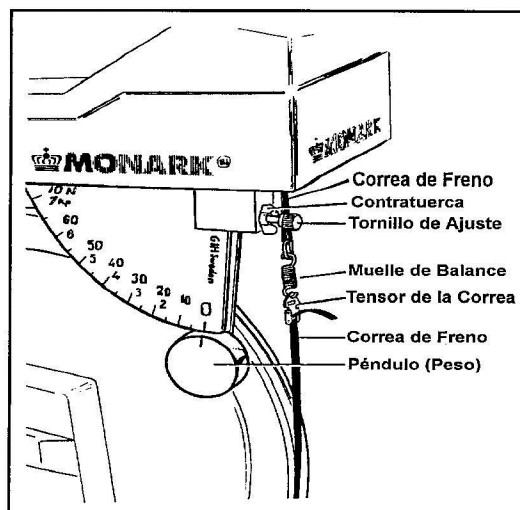

Figura 20. Componentes principales del Cicloergómetro Monark 818E Necesarios para calibrar el peso del Péndulo.
1. Afloje el **muelle de balance** de la **correa de freno**. Véase **Figura 20**